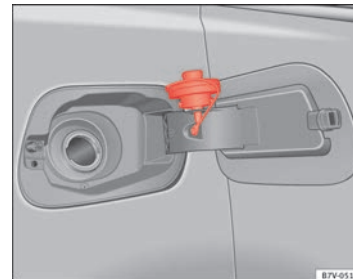

Abb. 165 Geöffnete Tankklappe mit eingehängtem Tankverschluss.
- Tankverschluss links herum herausdrehen und in die vorgesehene Öffnung am Scharnier der Tankklappe stecken ⇒ Abb. 165.